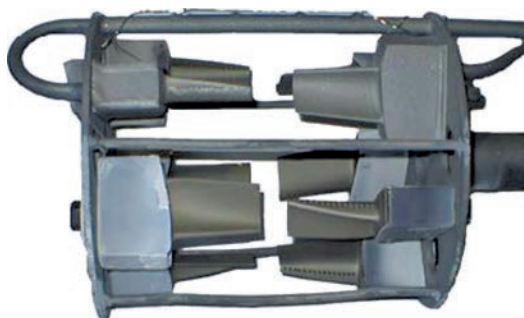

Рис. 3. Оснастка для напыления лопаток
- ▶ оптимизировали оснастку – увеличили загрузку до 12 лопаток (рис. 3).